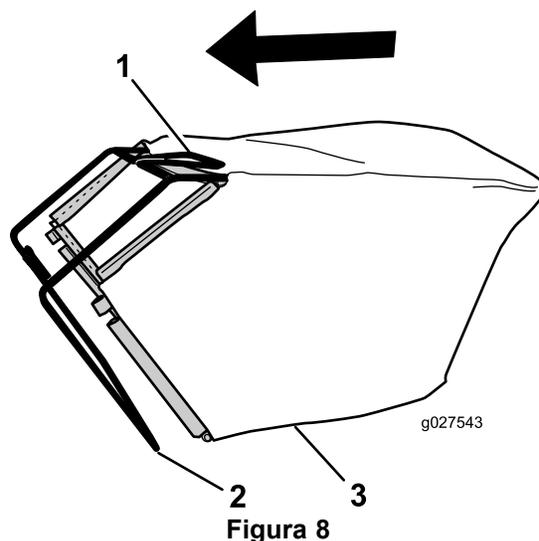

Figura 8
1. Infilate il cesto di raccolta sopra il telaio come illustrato in Figura 8.
Nota: Non infilate il cesto sopra alla stegola (Figura 8).